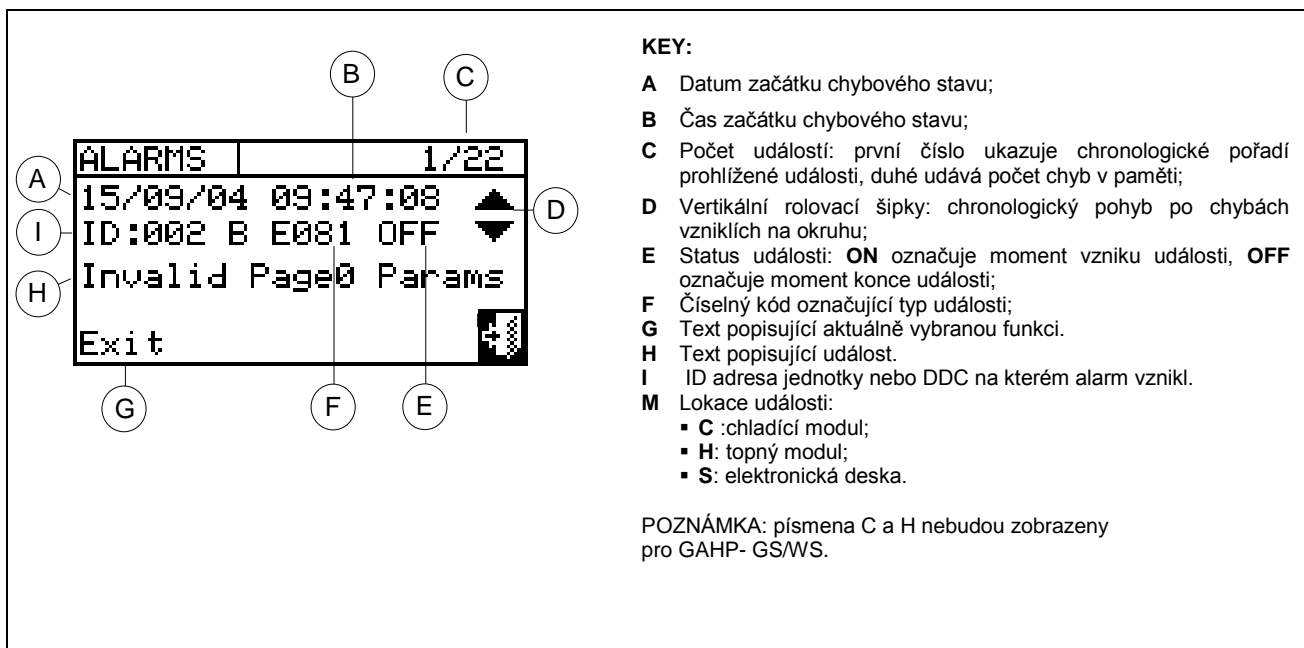

Figure 33 – PŘÍKLAD OBRAZOVKY MENU HISTORIE CHYB
- 4 - Nastavte kurzor na vertikální rolovací šipky (viz detail “D” na Figure 33) pomocí kterých se lze pohybovat po záznamech od nejstarších po nejnovější.